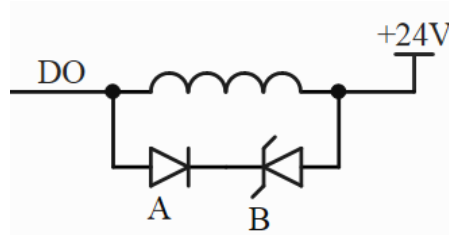

图 11 DTD 类型输出，直流感性负载抑制电路
2) 在使用感性负载时，要加入抑制电路来限制输出关断时电压的升高。抑制电路可以保护输出点不至于因为高感抗开关电流损坏。另外，抑制电路还可以限制感性负载开关时产生的电子噪声。通用输出感性负载电流大于 200mA，建议增加续流二极管。图 11 给出了 DTD 类型输出，负载抑制电路的一个实例。在大多数的应用中，用附加的二极管 A（IN4001 二极管或类似器件）即可，但如果您的应用中要求更快的关断速度，则推荐您加上齐纳二极管 B（8.2V 齐纳二极管）。确保齐纳二极管能够满足输出电路的电流要求。